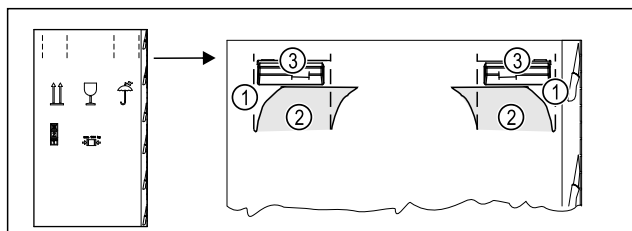

Fig. 6
- ▶ Вдавите упаковочный картон сверху по перфорации Fig. 6 (1).
- ▶ Извлеките вдавленные клапаны Fig. 6 (2).
- ▶ Можно увидеть ручку для переноски Fig. 6 (3) справа и слева.
- ▶ Удерживайте устройство за ручки для переноски Fig. 6 (3).